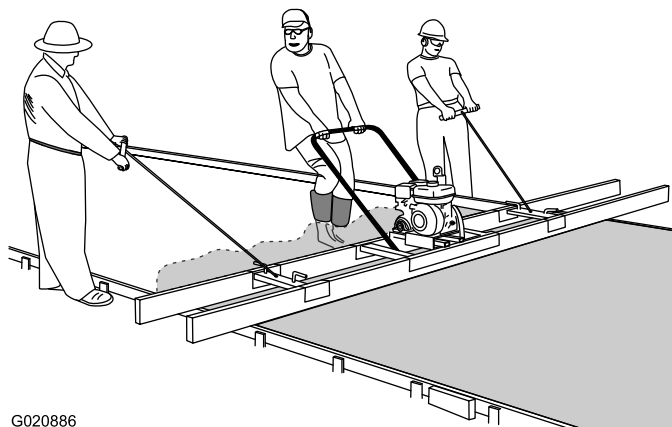

Figura 20
4. Arrastre la regla vibrante por el encofrado con un movimiento lento y uniforme (Figura 20).
Nota: Otras personas pueden ayudar a tirar de la regla usando los tiradores y las cuerdas que están sujetos a los travesaños (Figura 20).